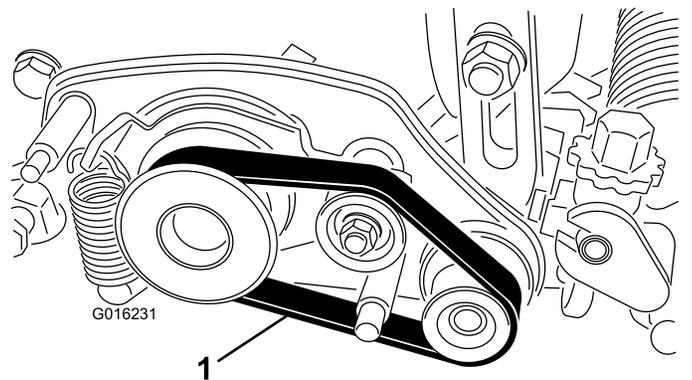

Figura 30
2. Retire la correa de la polea motriz, la polea tensora y la correa arrastrada (Figura 30).